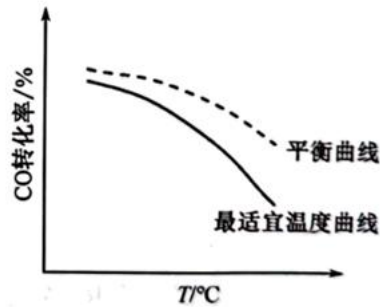

图 3
②若采用喷入冷水(蒸气)的方式降温，在图 3 中作出 CO 平衡转化率随温度变化的曲线_____。
(5) 在催化剂活性温度范围内，水煤气变换反应的历程包含反应物分子在催化剂表面的吸附(快速)、反应及产物分子脱附等过程。随着温度升高，该反应的反应速率先增大后减小，其速率减小的原因是_____。